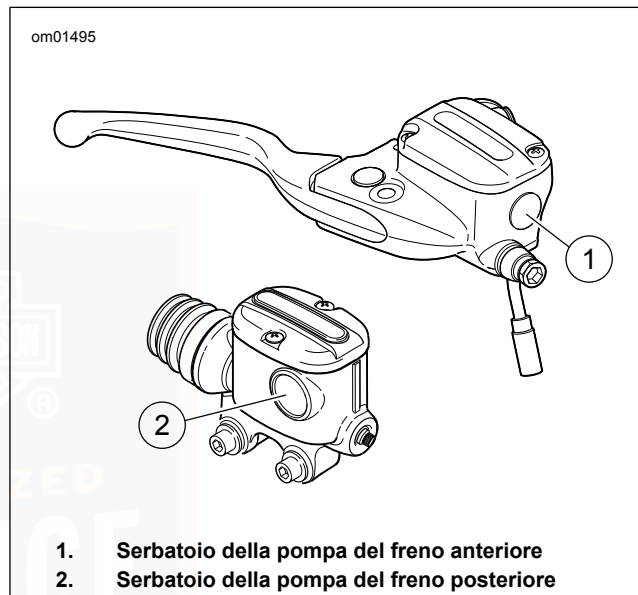

Figura 77. Contrassegni del minimo sullo spioncino
2. Vedere Figura 77 . Controllare lo spioncino sul serbatoio. Il livello del fluido deve essere uguale o superiore al contrassegno minimo presente sul vetro. Se il livello del liquido è inferiore al segno del minimo, rivolgersi ad un concessionario Harley-Davidson.